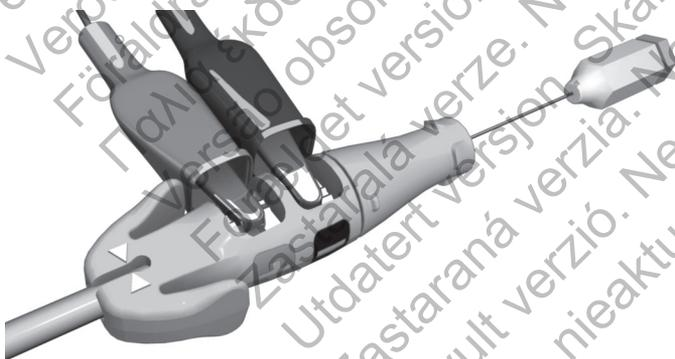

Abbildung 8. An der Messkappe befestigte PSA-Klemmen
- Verbinden Sie die Krokodilklemmen des PSA-Kabels mit den Federkontakten [Kathode (-), Anode (+)] der Messkappe. Durch die Verwendung der Messkappe wird der Anschlussstift vor einer Beschädigung durch die Krokodilklemmen geschützt und eine Überbrückung zwischen den Steckerkontakten vermieden. Befestigen Sie die Krokodilklemmen vollständig an den negativen und positiven Federkontakten, um ungenaue Elektrodenmessungen zu vermeiden (Abbildung 8 auf Seite 21).